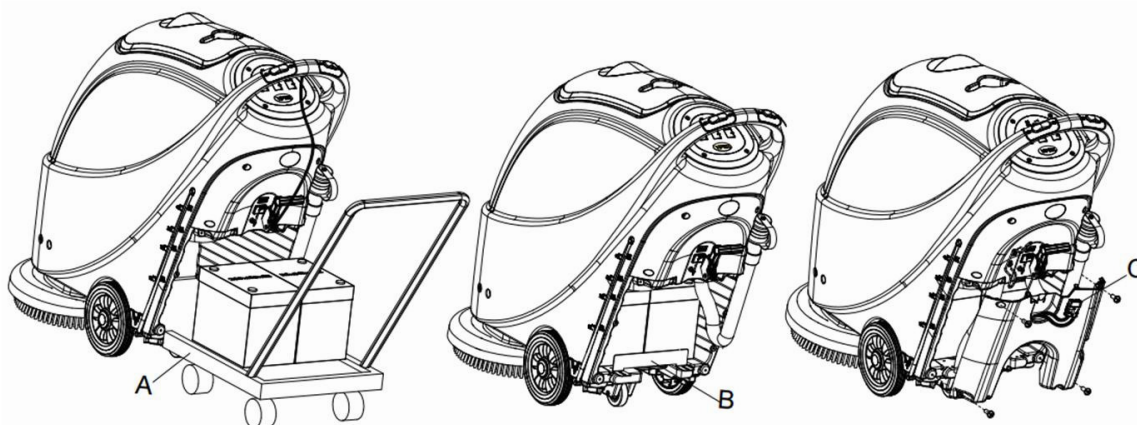

Рисунок 7
14. Установите батарею специально изготовленными инструментами по установке батареи (А, рисунок 7). После установки батареи, извлеките инструменты установки батареи, и установите фиксирующий кронштейн батареи (В, рисунок 7).
15. Установите разъем батареи (С, рисунок 7) через отверстие в верхней части крышки батарейного отсека, установите сливной шланг через правое отверстие крышки батарейного отсека, зафиксируйте крышку батарейного отсека с помощью 4 винтов, а затем установите вытягивающийся шнур валика, сливной шланг, и валик последовательно.